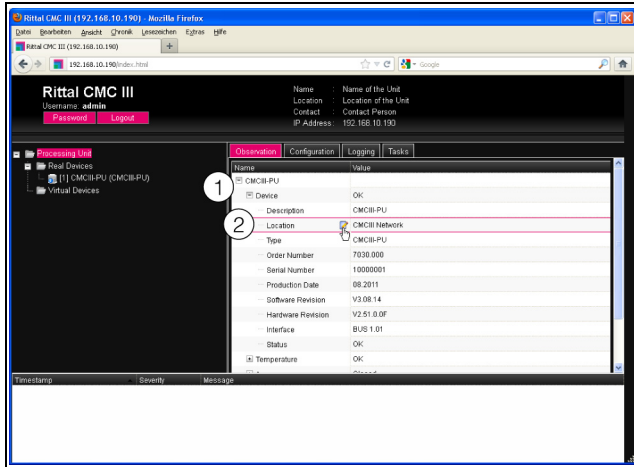

Рис. 33: Выбор отдельного параметра
- Разверните элементы "CMCIII-PU" и "Device" нажатием на символ "плюс" перед именем элемента (рис. 33, поз. 1).
- Подведите курсор мыши к концу первого столбца в строке "Location" (рис. 33, поз. 2). Появится символ "Edit" и курсор мыши примет форму "руки".